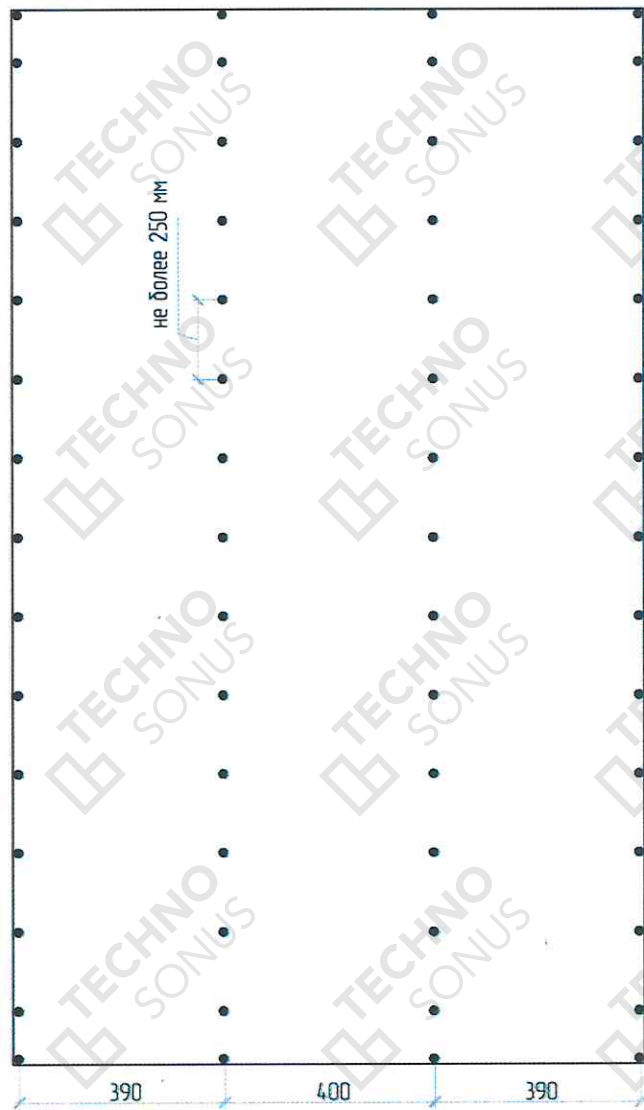

Рисунок 20 – Схема расположения саморезов на финишном слое АкустикГипс ГКЛЗ
6.15. Установить и закрепить финишный слой листов АкустикГипс ГКЛЗ. Шаг саморезов не более 25 см по вертикали (рисунок 20). Первый лист не должен начинаться с утоненной кромки и не должен заканчиваться ей же. Вертикальная стыковка листов АкустикГипс ГКЛЗ возможна только по утоненной кромке. Не допускается стыковка утоненной кромки и отрезного края. Швы между листами не заполняются виброакустическим герметиком Сонетик. Для фиксации финишного (второго) слоя АкустикГипс ГКЛЗ применяются саморезы ТС-ХТН F 3,9x41. Шляпка самореза не должна быть утоплена в слой гипса более чем на 1 мм. Саморезы должны отстоять от края торцевой кромки листов на расстоянии не менее 15 мм и продольной (горизонтальной, утоненной) кромки – не менее 10 мм.